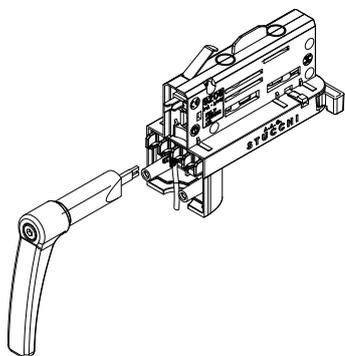
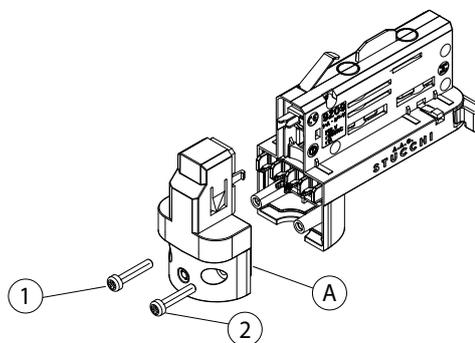

Abb. 1 Stromanschluss Adapter
Abb. 2 Verschließen vom Adapter
Für den Stromanschluss vom Adapter Kabel mit einem Querschnitt von 0,5 mm² bis 1 mm² verwenden, je nach Stromwert vom Strahler und nach Kabeltyp (verlötet oder verzinkt). Zum Verkabeln vom Adapter das Spezialwerkzeug (Abb. 1) verwenden. Das Werkzeug muss gesondert bestellt werden. Sicherstellen, dass die Polarität vom Adapter entsprechend der Markierungen (L / N / T / D+ / D-) beachtet wird. Gegen den Leiter drücken, bis er korrekt im Kontakt sitzt. Es sind zwei Kabelklemmen verfügbar für Kabel mit einem Durchmesser von 6 mm bis 9 mm. S- 9009/10... (Grundausführung), S-9009/BC... (mit Blockierungsstift aus Plastik). Zur Befestigung der Leuchten am Adapter kann eines der folgenden drei Zubehörteile verwendet werden: S-9009/M10+S-9009/D-10, S-9009/M10+S-9009/D-10, S-9009/51 (Vorsicht: die Kabelklemme S-9009/BC... eignet sich nicht für die Verwendung mit diesen Zubehörteilen). Wenn die Leuchte am Adapter angeschlossen worden ist, muss die Abdeckung (A) mit den beiden Schrauben (1) und (2) befestigt werden. Die Abdeckung und die Schrauben werden mit dem Adapter mitgeliefert (Abb. 2).